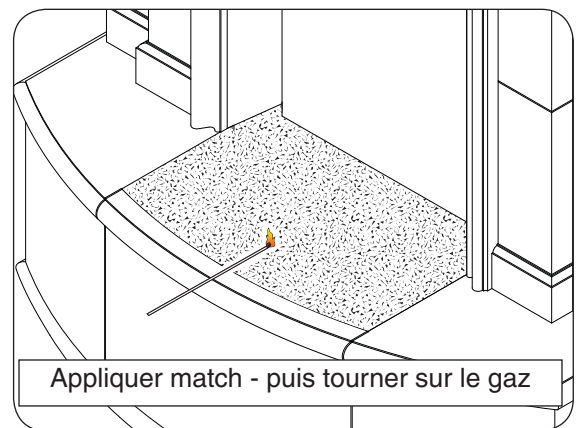

Fig. 32-1 Brûleur d'éclairage
3. Poser une allumettes à tige longue éclairé sur la surface des médias décoratifs près du brûleur (**ne pas tenir le match en main**) ou utiliser un briquet au butane long cou éclairé (Fig. 32-1).